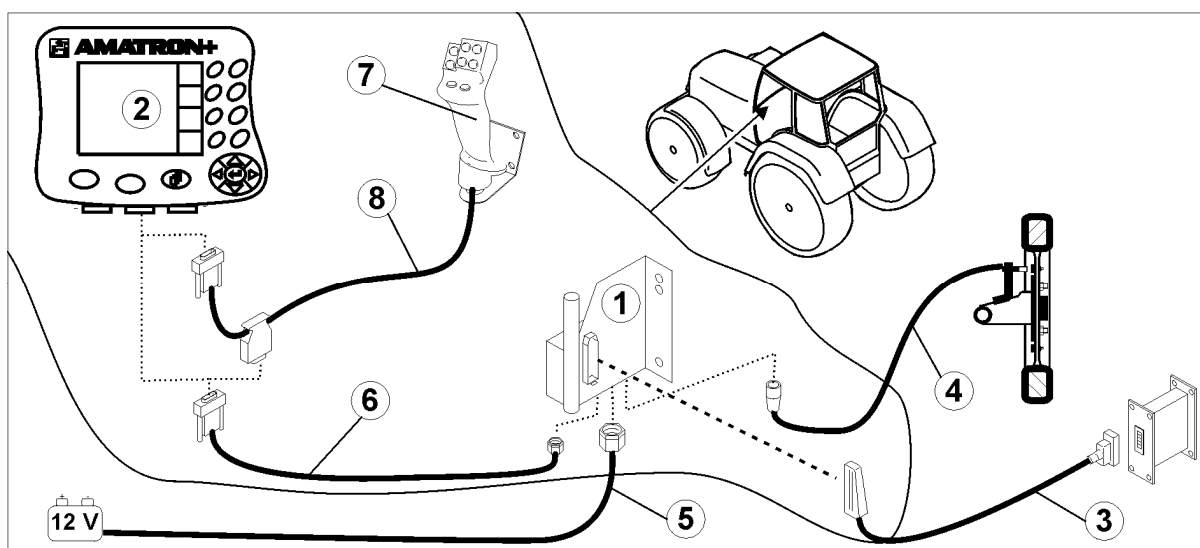
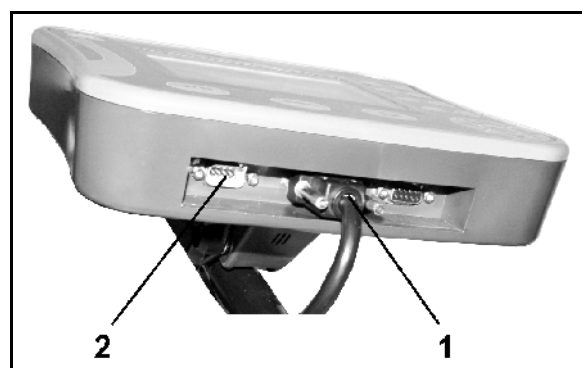

Bild 1
Bild 2
- Grundutrustningen (Bild 1/1) (konsol med fördelare) ska monteras till höger om föraren i traktorhytten, inom syn- och räckhåll, vibrationsfritt och elektriskt ledande.
- Batterikabel (Bild 1/5).
- Signalkabel för traktorsignalluttaget eller trippmätarsensor (Bild 1/4).
- Anslutningskabel till **AMATRON⁺** (Bild 1/6).
- Anslut **AMATRON⁺** (Bild 1/2) till traktorns grundutrustning.
- Anslut kontakten på anslutningskabeln (Bild 1/6) till det 9-poliga D-sub-uttaget (Bild 2/1) i mitten.
- Anslut maskinen med maskinstickkontakten (Bild 1/3) till **AMATRON⁺**.
Joysticken (en multifunktionsspak, Bild 1/7) ansluts med en Y-kabel (Bild 1/8).
- En PDA kan anslutas till det seriella gränssnittet (Bild 2/2).